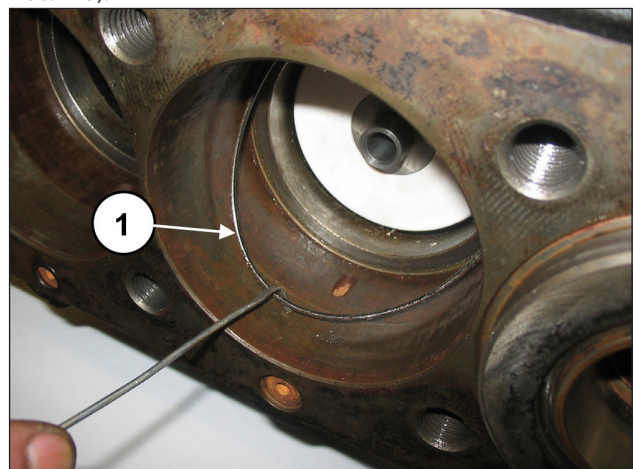

Abb. 115
Entfernen Sie den Dichtungshalter und den Dorn. Nehmen Sie den O-Ring am Boden des Dichtungshalters ab, sollte er im Pumpengehäuse verblieben sein (Pos. ①, Abb. 115).